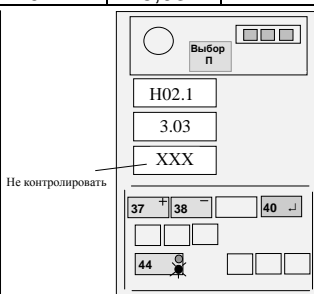

Рисунок 14
4.5.6.4 Нажимая кнопки "+" (37) и "-" (38), набрать на среднем ИЖЦ значение вылета, указанного в правом столбце таблицы 4 (см. рисунок 14) для установленного значения вылета по рулетке.
звуковой сигнал, отпустить кнопку (см. рисунок 14).